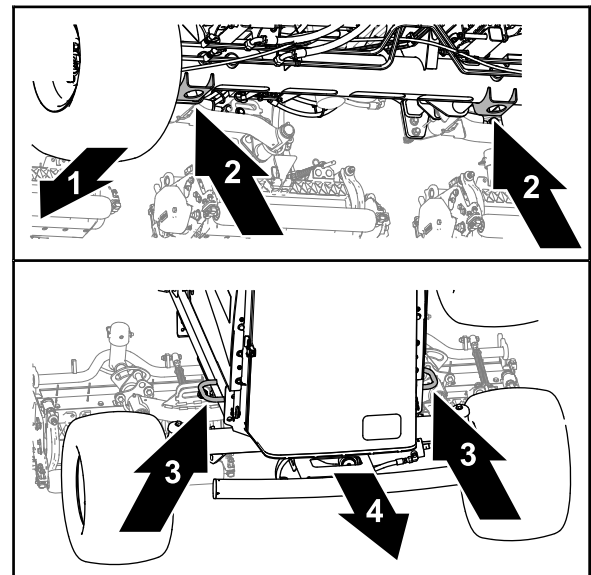

Рисунок 91
- Передняя часть – отверстия в кронштейнах домкрата в трубе переднего моста (Рисунок 91).